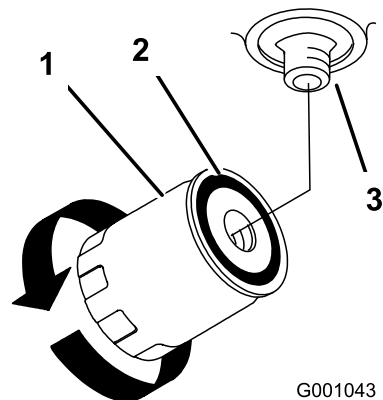

図 76
4. オイル・フィルタを外し、フィルタのアダプタのガスケットの表面をきれいに拭く (図 76)。
6. アダプタにフィルタを取り付ける。ガスケットがアダプタに当たるまで手でねじ込み、そこから更に 1/2 回転増し締めする (図 76)。